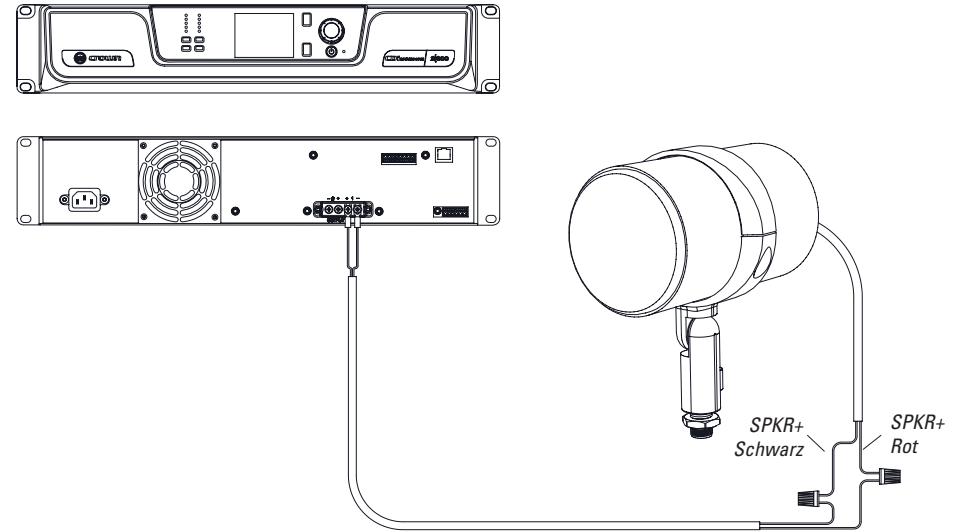

Abbildung 18
2. Das rote (+) Lautsprechereingangskabel mit dem (+)-Kabel vom Verstärker ausgang und das schwarze (-) Lautsprechereingangskabel mit dem (-)-Kabel vom Verstärker verbinden (siehe Abbildung 18). Verwende Crimpverbinder oder Kabelmuttern, um eine sichere Verbindung herzustellen. Für eine höhere Zuverlässigkeit ist der Anschluss in einem unterirdischen, wasserdichten elektrischen Anschlusskasten nach IP65 vorzunehmen.